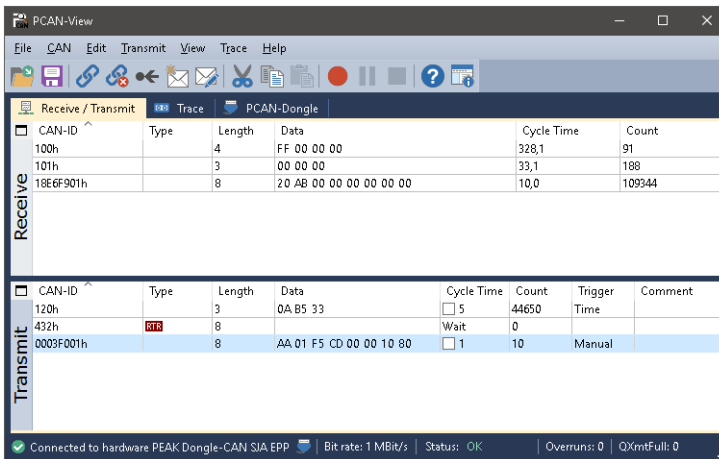

Abbildung 13: Registerkarte Senden/Empfangen
9. Bestätigen Sie abschließend die Angaben im Dialogfenster mit **OK**. Das Hauptfenster von PCAN-View erscheint (siehe Abbildung 13).